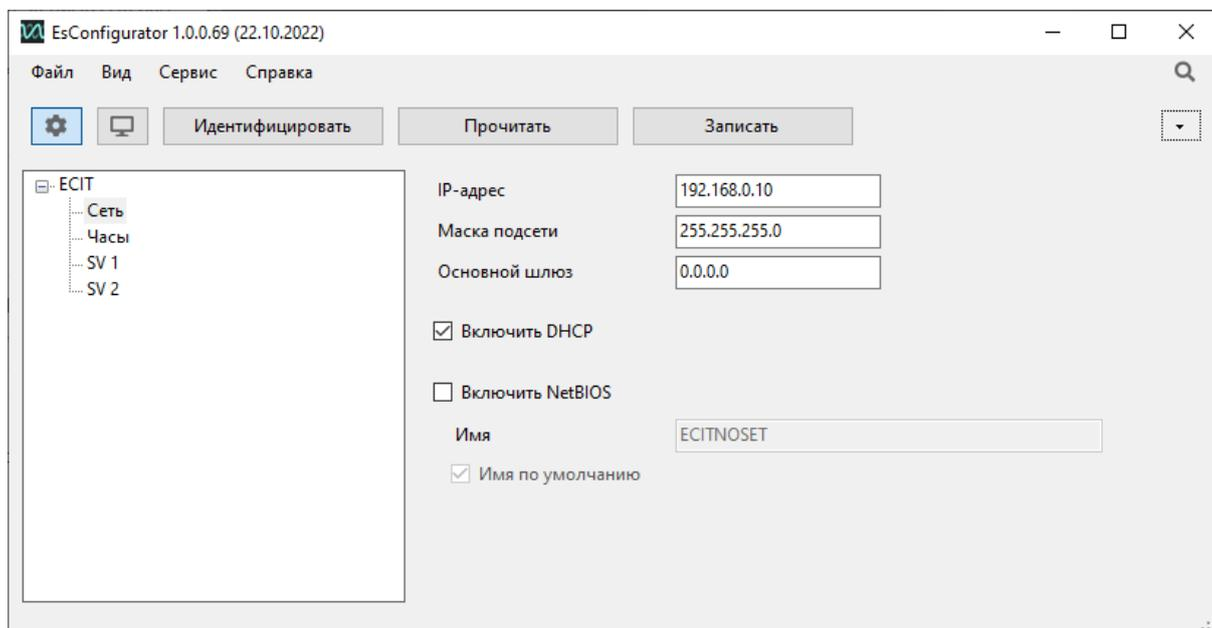

Рисунок 16.2. Вкладка настроек «Сеть» трансформатора ЕСИТ в ПО «ES Конфигуратор»
16.2.1 На вкладке «Сеть» представлены настройки прибора для подключения к локальной сети через порты LAN (рис. 16.2):